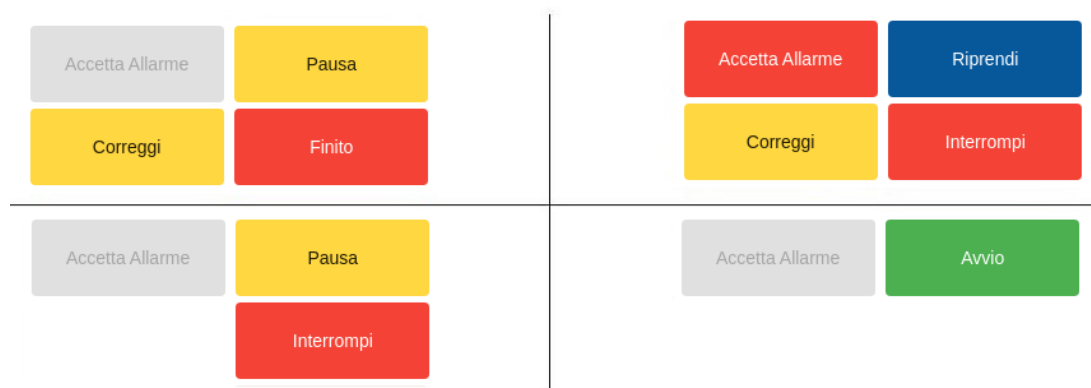

Figura 7: Pulsanti di controllo del ciclo d'impasto
21. Pulsanti di controllo principali del ciclo d'impasto. Avvio, Pausa, Riprendi, Interrompi, Correggi, Accetta allarme. (Vedere Figura 7)